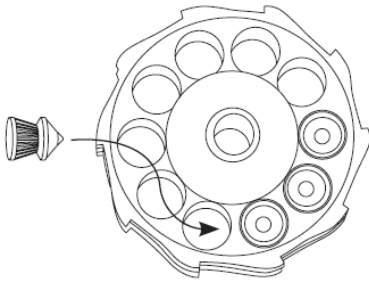

Fig. 10
- Indsæt haglet fra bagsiden af magasinet. (Fig.10). Skub haglet gennem kammeret, forbi O-ringen, indtil spidsen af haglet flugter med forsiden af magasinet.